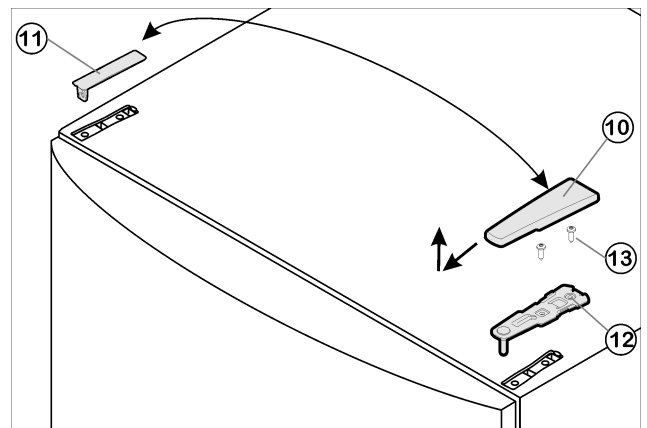

Fig. 4
- Afdekking Fig. 4 (10) naar voren en boven wegtrekken.
- Afdekking Fig. 4 (11) eraf nemen.
- Bovenste lagerbus Fig. 4 (12) losschroeven (2 maal Torx® 25) Fig. 4 (13) en naar boven eraf trekken.
- ▶ Plaats de bovenste lagerbus *Fig. 4 (12)* aan de nieuwe scharnierkant in de deur.
- ▶ Bovenste lagerbus *Fig. 4 (12)* goed (met 4 Nm) vastschroeven (2 maal Torx® 25) *Fig. 4 (13)*. Steek de schroefgaten indien nodig voor of gebruik de accuschroevendraaier.
- ▶ Afdekking *Fig. 4 (10)* en afdekking *Fig. 4 (11)* elk op de tegenoverliggende zijde vastklikken.